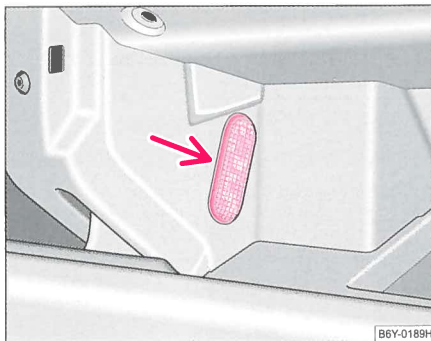

Fig. 179 Afmontering af lampe i opbevaringsrummet i forsædepassagersiden
- Skyd en kniv eller en skruetrækker sidelæns mellem lampe og handskerum ⇒ fig. 179. Tag forsigtigt lampen ud.